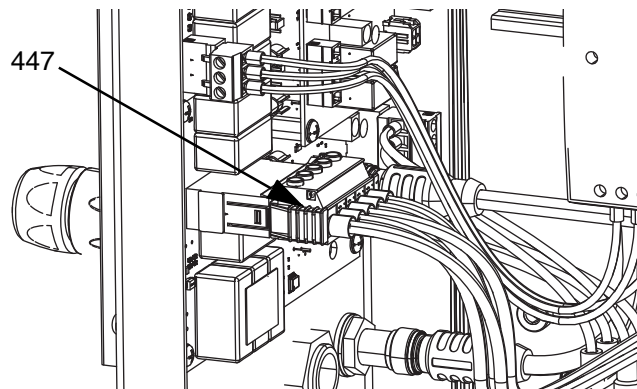

FIG. 17
- Conecte o cabo CAN incluído com o módulo de expansão à divisória 2 (B2) em AMZ 1 na caixa de comando do aquecimento (S).
- Conecte a cablagem (479) do módulo de expansão ao AMZ1 conforme mostrado na FIG. 17.